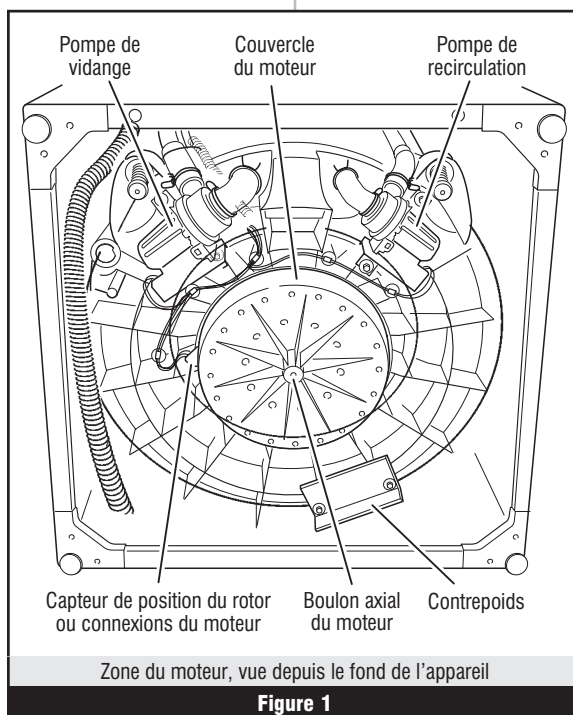
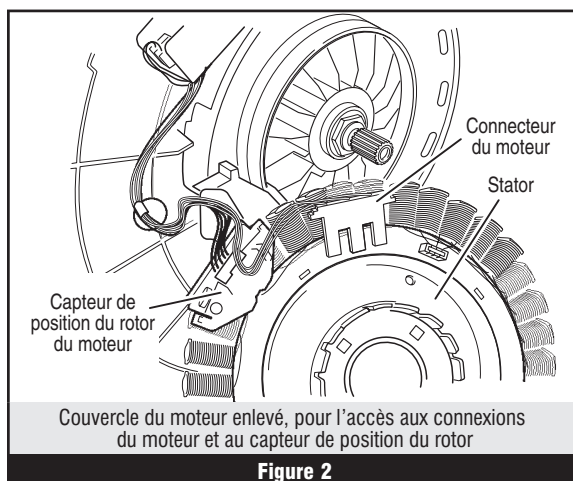

Figure 1
Figure 2
7. Incliner la machine vers l'avant pour accéder au fond de la machine et à la zone du moteur. Voir figure 1. Enlever le boulon axial du moteur, puis le couvercle du moteur, pour accéder aux connexions. Voir figure 2.
9. Avec un ohmmètre, vérifier la continuité entre toutes les broches du connecteur P10 du module de commande machine/moteur et le connecteur du capteur de position du moteur. Voir figures 2 et 4, pages 12 et 16.
5. Incliner la machine vers l'avant pour accéder au fond de la machine et aux pompes. Voir figure 1, page 12.